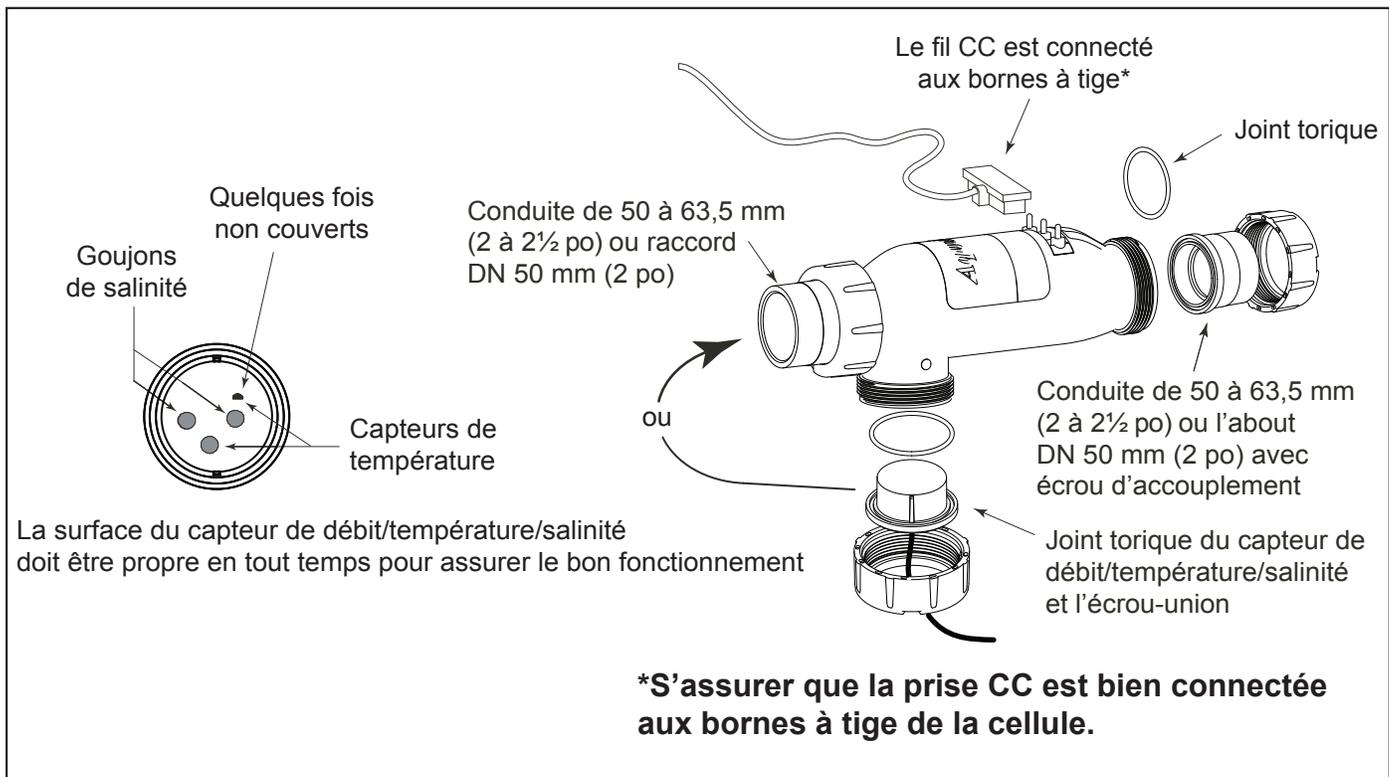

Figure 9. Installation de la cellule et le capteur de débit/température/salinité
6. Installer le capteur de débit/température/salinité dans la cellule à 3 ports. Voir Figure 9.
7. Installer le capteur de débit/température/salinité dans le port de capteur disponible (Voir Figure 9).
- Installer le nouveau capteur de débit/température/salinité dans la cellule à 3 ports (Voir Figure 9).